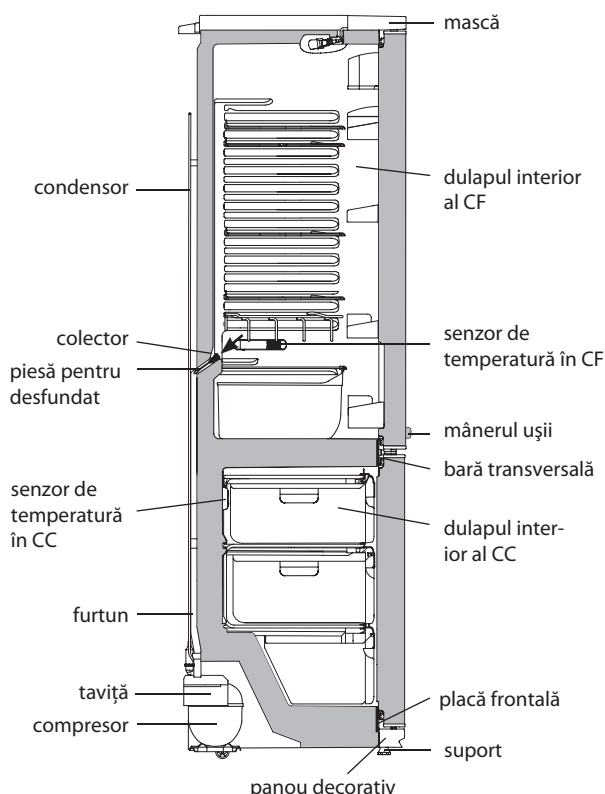
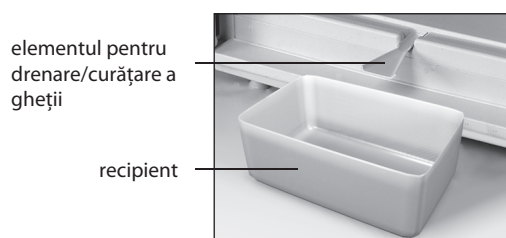

Figura 7 — Schema scurgerii apei rezultate în urma topirii din CF
Figura 8 – Colectarea apei rezultate în urma topirii din CF
5.1.1 În CF se folosește un sistem automat de dezghețare. Bruma care apare pe pereții din spate al CF, se topește în timpul ciclului de dezghețare la deconectarea compresorului și se transformă în picături de apă. Picăturile de apă rezultată în urma topirii se scurg în colector, apoi prin gaura acestuia și prin furtun - în tavița de pe compresor, în conformitate cu figura 7 și se evaporă.
Pentru eliminarea înfundării folosiți piesa corespunzătoare și curățați gaura colectorului, astfel ca apa să se scurgă liber în taviță, apoi spălați piesa și instalați-o în conformitate cu figura 7.
SE INTERZICE să utilizați frigiderul cu sistemul de scurgere înfundat. Apa care a apărut pe fundul CF sau care a ajuns în locul de alăturare a barei transversale și a dulapului interior al CF, în conformitate cu figura 7, poate provoca coroziunea dulapului exterior al frigiderului și elementelor agregatului frigorific, defectarea izolației termice, formarea crăpăturilor dulapului interior și defecțiunea frigiderului.
ATENȚIE! Nu puneți produsele în CF prea aproape de senzorul de temperatură, care este situat pe peretele drept al CF, în conformitate cu Figura 7.
ATENȚIE! Nu puneți produsele în CC prea aproape de senzorul de temperatură, care este situat pe pereții din spate al CC, în conformitate cu Figura 7.
- instalați în conformitate cu figura 8 elementul de masă plastică pentru drenare și orice vas recipient cu volumul de nu mai puțin de 2 litri pentru a colecta apa rezultată în urma topirii;
SE INTERZICE să decongeleți congelatorul fără utilizarea elementului pentru drenare instalat în conformitate cu figura 8. Apa rezultată în urma topirii care se scurge din cameră afară de elementul pentru drenare, pătrunzând în locul de alăturare a plăcii frontale la dulapul interior în conformitate cu figura 7, poate provoca coroziunea dulapului exterior al congelatorului și a elementelor agregatului frigorific, defectarea izolației termice, formarea crăpăturilor dulapului interior și defectarea dulapului congelatorului.